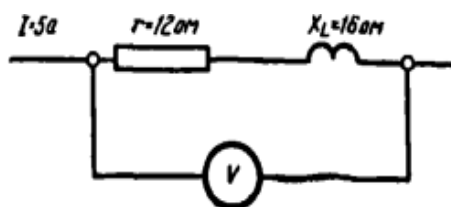

Рис. 10. Схема електричного ланцюга
11. У ланцюзі, що зображений на схемі рис. 10, визначити показання вольметра.